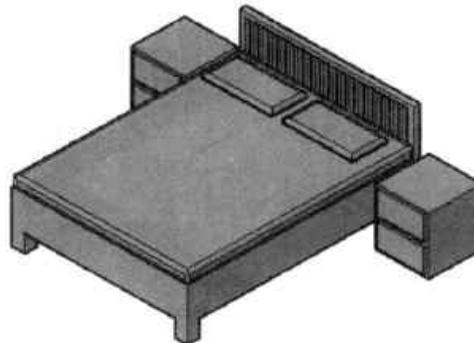

图14-73 复制枕头模型
**Step20** 对绘制的枕头模型进行复制操作，并将其放置在床垫的合适位置，结果如图 14-73 所示。